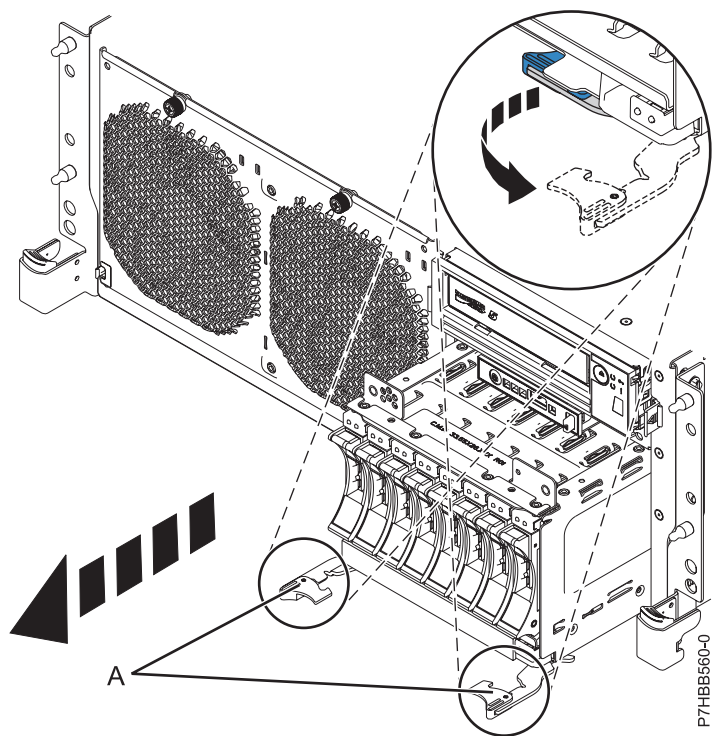
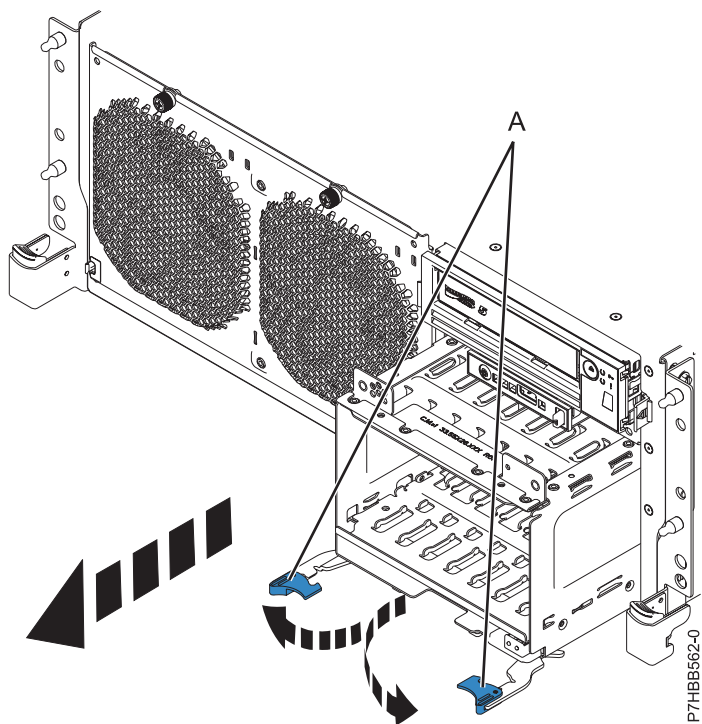

Figure 5. Retrait du fond de panier comportant des unités de disque
Figure 6. Retrait du fond de panier ne comportant pas d'unités de disque
14. Déverrouillez le fond de panier de l'unité de disque en tirant les poignées (A) afin de les mettre en position ouverte, au centre du fond de panier, comme indiqué dans la figure 5, à la page 8 et la figure 6, à la page 8.